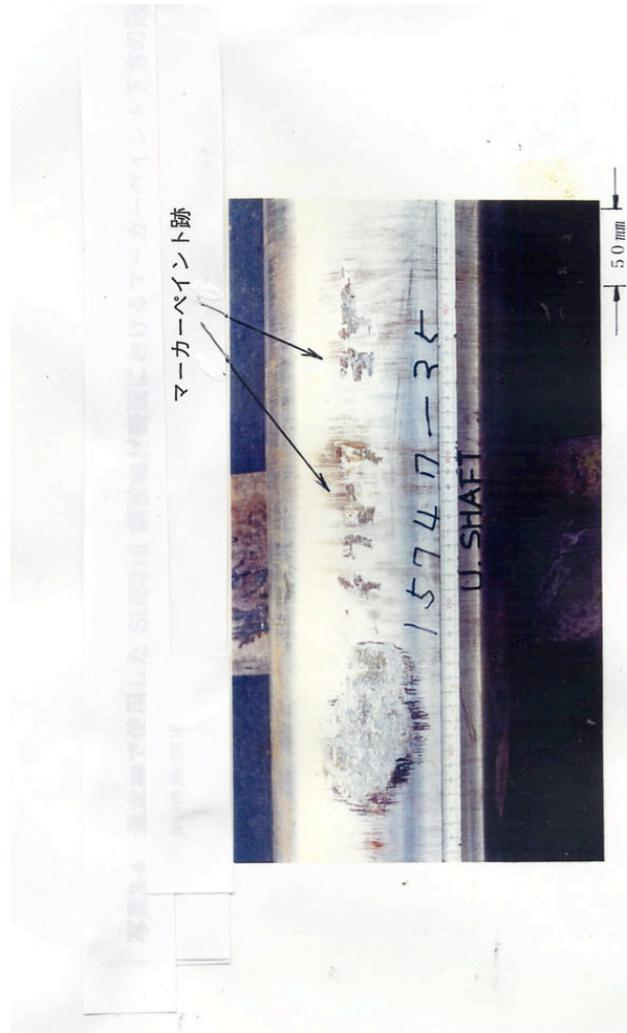

図 1 海水中で使用したステンレス鋼製軸表面における隙間腐食状況。
<p>損傷発生時の状況：</p> <p>①図1は海水中で数年間使用した海水機器におけるステンレス鋼製軸表面における隙間腐食状況であり、腐食損傷を良く見ると数字が読みとれる。</p> <p>②本腐食損傷は表面に部品ナンバーをマーカペイントで記入し、その状態で海水に浸漬した為、塗膜下に隙間腐食が発生したものと推定される。</p>